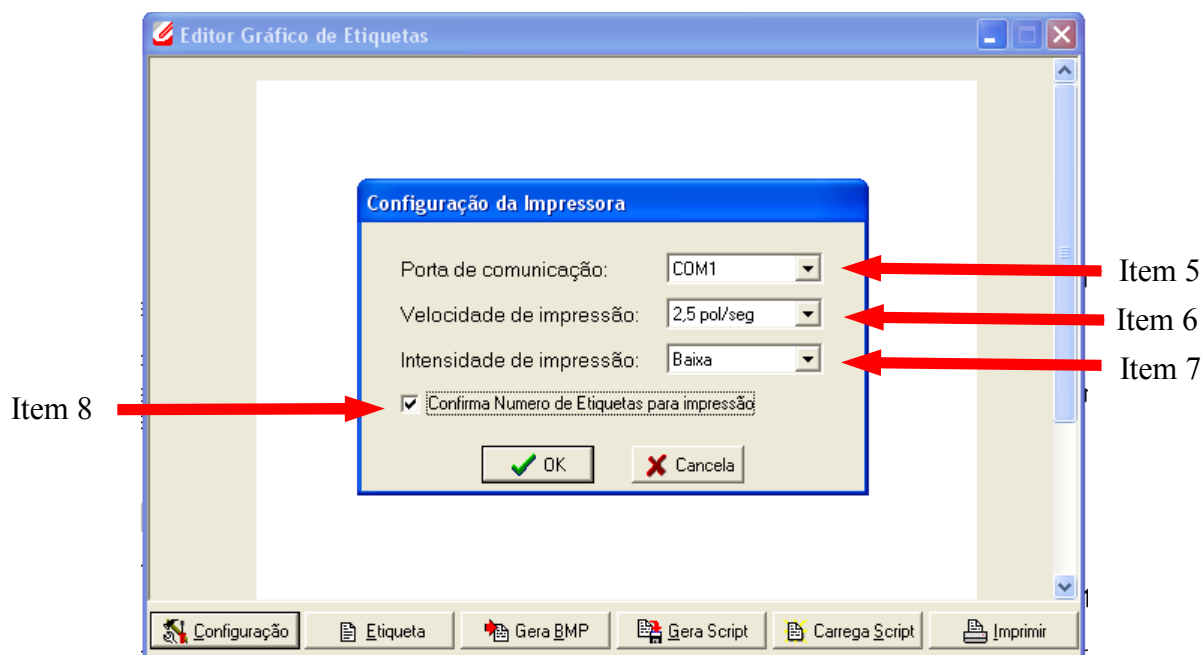

Figura 9
No botão de “CONFIGURAÇÃO”, podemos configurar as principais funções do Software. Ao clicarmos em “CONFIGURAÇÃO”, sua próxima tela será de “CONFIGURAÇÃO DA IMPRESSORA”, onde podemos selecionar sua Porta de Comunicação (item 5), velocidade de impressão (item 6), medida em polegadas/segundo e também sua intensidade de Impressão (item 7). Conforme figura 9.
- No item “*VELOCIDADE DE IMPRESSÃO*”, item 6 da figura 9, podemos optar entre 6 tipos de velocidade no qual a impressora irá imprimir.
- No item “*INTENSIDADE DE IMPRESSÃO*”, item 7 da figura 9, podemos optar por 5 tipos de intensidade de impressão no qual será impresso na etiqueta.
- No item “*CONFIRMA NÚMERO DE ETIQUETAS PARA IMPRESSÃO*”, item 8 da figura 9, sempre que for impressa uma etiqueta, antes aparecerá uma tela onde devemos definir quantas etiquetas serão impressas. Caso esse campo não seja selecionado, a opção Imprimir deverá ser pressionada a cada impressão.